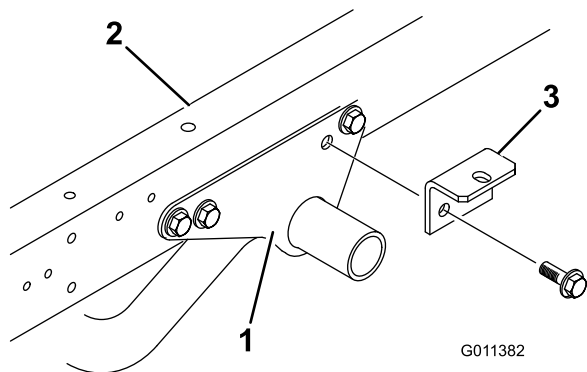

Figura 5
1. Togliete le (2) viti a testa cilindrica flangiata e i dadi di bloccaggio flangia che fissano il retro di ogni staffa di montaggio telaio motore a ogni lato del telaio motore (Figura 5).
viti a testa cilindrica flangiata e i dadi di bloccaggio flangia rimossi precedentemente (Figura 5).